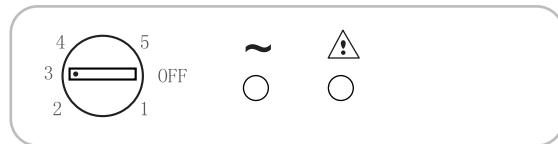

Fig. 1
- La regolazione della temperatura per entrambi i comparti si effettua ruotando la manopola del termostato (Fig. 1).